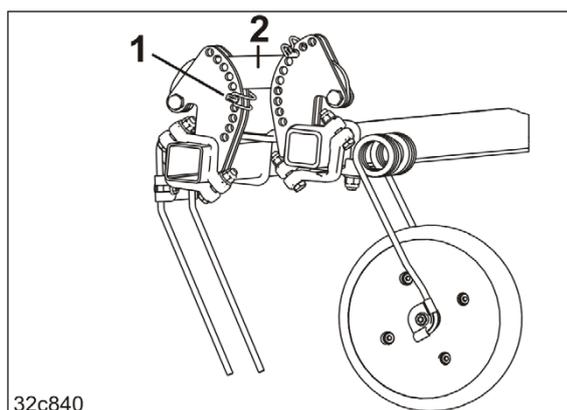

Fig. 139
3. El ángulo de ataque de las púas con respecto al suelo se modifica posicionando la grapa elástica para tubos (Fig. 139/1)
- o debajo de la dirección (Fig. 139/2)
Cuanto más abajo se fije la grapa elástica para tubos (Fig. 139/1) en el segmento de ajuste, más plano será el ángulo de ataque.